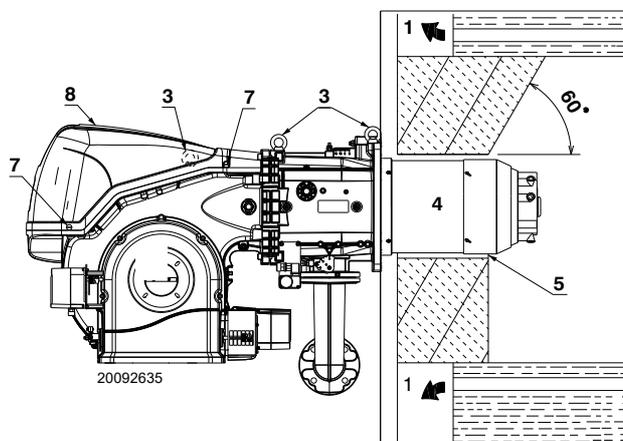

Abb. 13
Für Heizkessel mit vorderem Abgasumlauf 1)(Abb. 13) oder mit Flammenumkehrkammer muss eine Schutzschicht aus feuerfestem Material 2) und Flammrohr 4) vorgesehen werden.
Für Heizkessel mit wassergekühlter Frontseite ist die Verkleidung mit feuerfestem Material 2)-5)(Abb. 13) nicht notwendig, sofern nicht ausdrücklich vom Kesselhersteller gefordert.
Durch Einhaken an den Ringen 3)(Abb. 13) ein angemessenes Hebesystem vorbereiten, nachdem die Befestigungsschrauben 7) der Verkleidung 8) entfernt wurden.
- Den beige packten Hitzeschutz am Brennerrohr 4)(Abb. 13) einpassen.